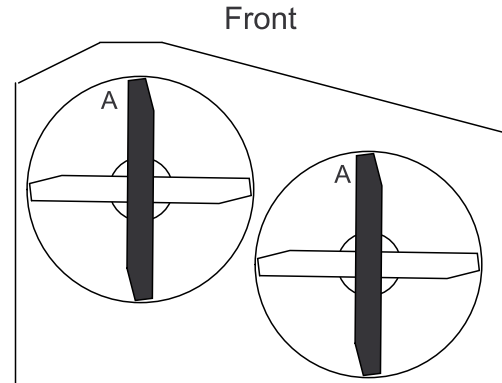

Bild 48
3. Drehen Sie die Schnittmesser, bis die Enden nach vorne und hinten gerichtet sind. Messen Sie von einer ebenen Fläche bis zu den Schnittkante (Position A) der Messer (Bild 48).